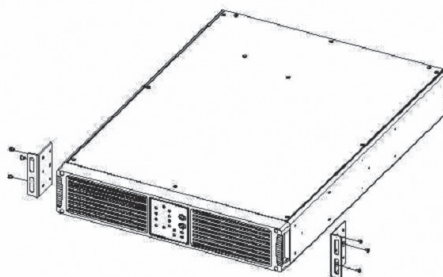

Рис. 3-1. Монтаж ИБП
- Установите скобы. См. рис. 3-1.